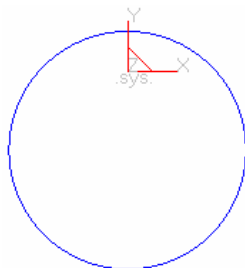

图 8-2 绘制圆
1) 选择下拉菜单“造型”→“曲线生成”→“圆”命令，或者单击“曲线生成栏”工具栏上的“圆”按钮，选取“圆心_半径”画圆方式，输入圆心为 $(0, -20)$ ，半径为 20mm ，结果如图 8-2 所示。